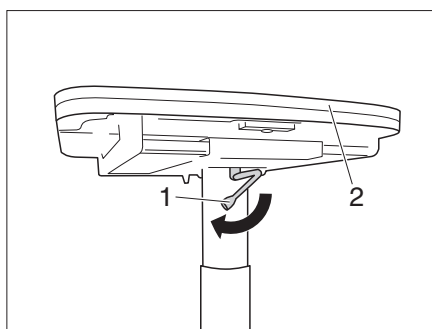

Fig. 107 Abbassamento del tavolo
- Ruotare la leva di serraggio (Fig. 107,1) in senso antiorario. Il bloccaggio è aperto.
- Premere al centro il piano del tavolo (Fig. 107,2) verso il basso e mantenerlo premuto.
- Ruotare la leva di serraggio (Fig. 107,2) in senso orario. Il tavolo di sollevamento è bloccato.